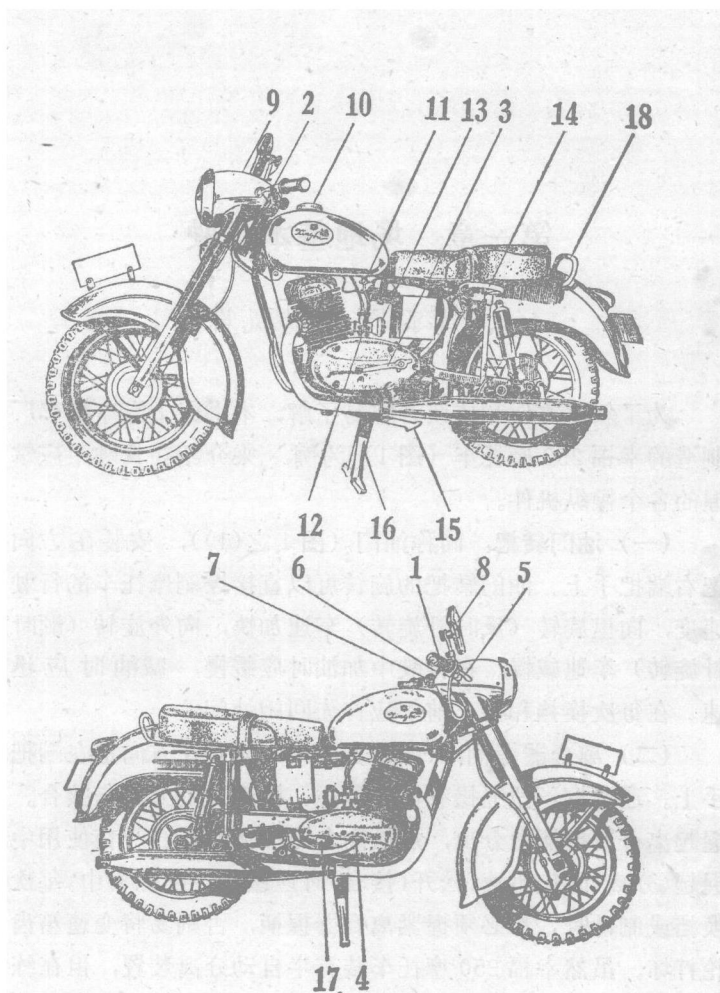

图 1 幸福 250 摩托车操纵机件
为了叙述方便和使读者容易了解，本书以上海摩托车厂制造的幸福 250 摩托车（图 1）为例，来介绍在驾驶中应掌握的各个操纵机件。
（一）油门转把：简称油门（图 1 之(1)），安装在方向把右端把手上。油门转把的旋转可以直接控制摩托车的行驶速度，向里旋转（反时针旋转）车速加快，向外旋转（顺时针旋转）车速减慢。在行驶中加油时应缓慢，减油时应迅速。在每次换挡和停车前都应首先回闭油门。
（二）离合器握柄：（图 1 之(2)），安装在方向把左端把手上。通过钢丝拉绳操纵离合器主、被动片的分离与接合。握起离合器握柄是分离，放松离合器握柄是接合。在使用中握起（分离）时应迅速，松开（接合）时应缓慢。在练习中，每次换挡或制动时，都必须握紧离合器握柄，否则易将变速箱齿轮打坏。虽然幸福 250 摩托车装有半自动分离装置，但在练习时，应养成使用离合器的习惯，以免驾驶其它不同类型车辆时，因不适应而损坏机件。此外，在使用过程中，一般应避免半握离合器握柄（即半分离状态），以免烧毁离合器片。
（三）起动变速杆：（图 1 之(3)），安装在左脚蹬的前上
(四) 后制动器踏板：简称后刹车(图 1 之(4))，安装在右脚蹬前方，由驾驶者右脚前掌操纵，踩下后制动器踏板，可以减慢或制止后轮的转动，除特殊情况必须立刻停车而采取紧急制动外，一般说使用制动器时应缓慢，初学时应注意在制动前握起离合器，以防熄火和损坏机件。
车提环（见图 1 之(14)）将车身稍稍向右倾斜，再用左脚前掌向前下方蹬开偏支车架（见图 1 之(15)），然后将车向左倾斜至偏支车架着地为止。
如用正支车架支车，其方法是：左手握住车把，右手握住支车提环，用右脚尖踩下正支车架（见图 1 之(16)），并踏住，两手同时用力将车向后上方提拉即可支起。
1. 打开油门开关 (见图 1 之 (11))，关小风门 (见图 1 之 (13))。
2. 按动汽化器浮子室按钮。(见图 1 之 (12))。